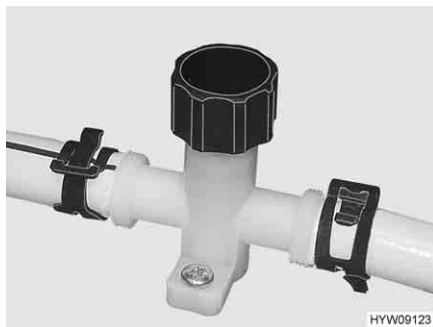
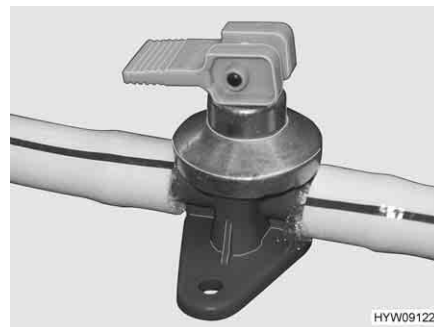

Fig. 148 Rubinetto di scarico (tubatura dell'acqua)
Fig. 149 Rubinetto di scarico (boiler Alde)
- Chiudere i rubinetti di scarico. Ruotare i coperchi (Fig. 148) in senso orario e posizionare la leva a bilanciere (Fig. 149) in posizione orizzontale.
- Aprire i rubinetti di scarico. A questo scopo, ruotare il coperchio (Fig. 148) in senso antiorario e posizionare verticalmente la leva a bilanciere (Fig. 149).